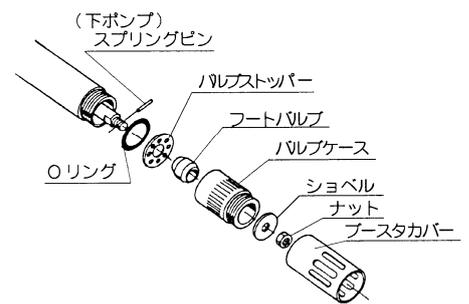

Fig.4.3
- 7) サクションチューブをバイスに固定し、プースターカバーにパイプレンチをかけてねじ戻し外し、さらにスプリングピン、ナット、ショベルを取り外してください。(Fig.4.3)